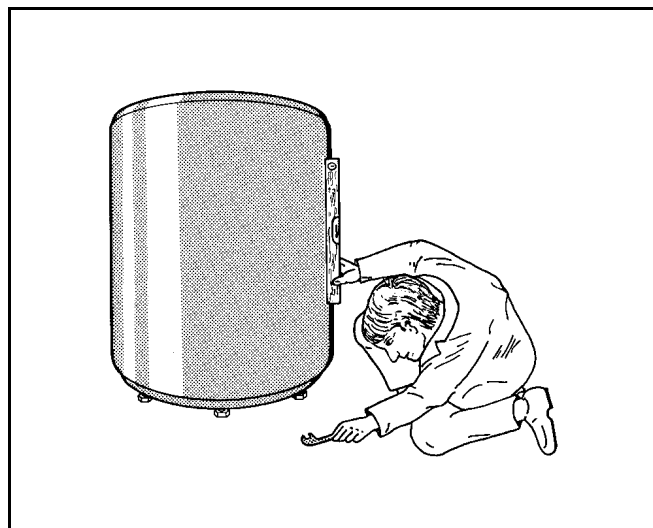

Fig. 6 Schemă de principiu
- Boilerul se poziționează prin orientarea verticală a suporturilor (Fig. 6).